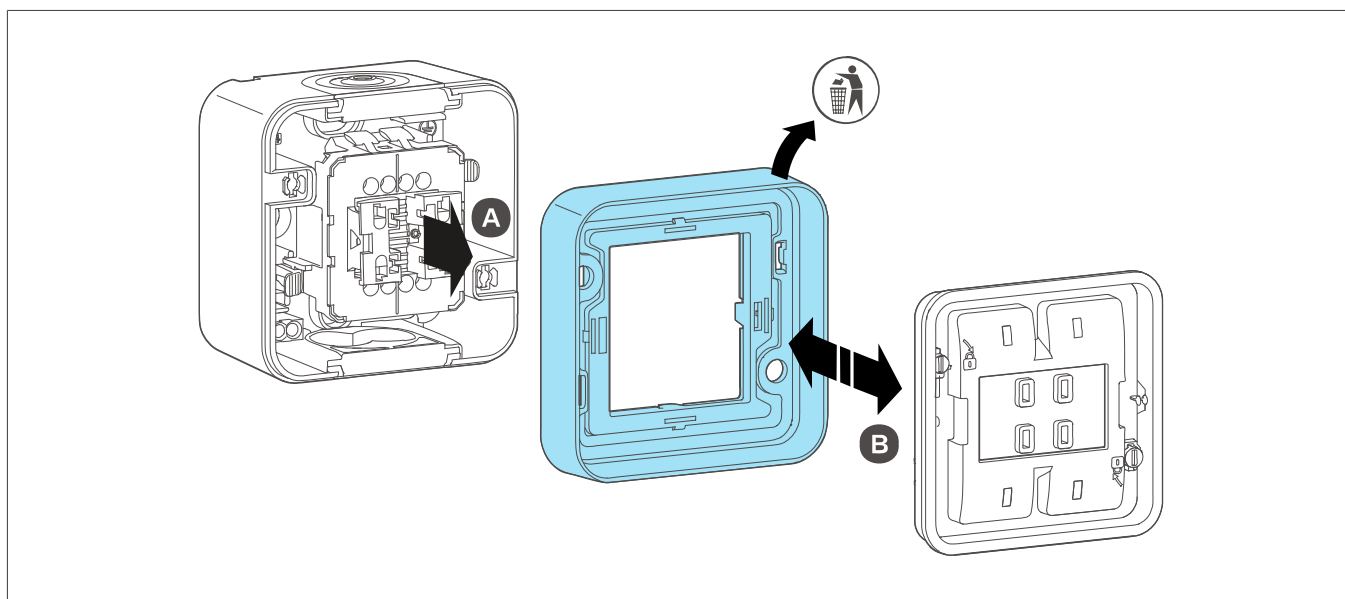

Fig. 4: Rimuovere la cornice di finitura e la guarnizione
- 3 Rimuovere la cornice di finitura (3) dalla scatola da parete (A) e separare la guarnizione (2) dalla cornice di finitura (B) (Fig. 4).